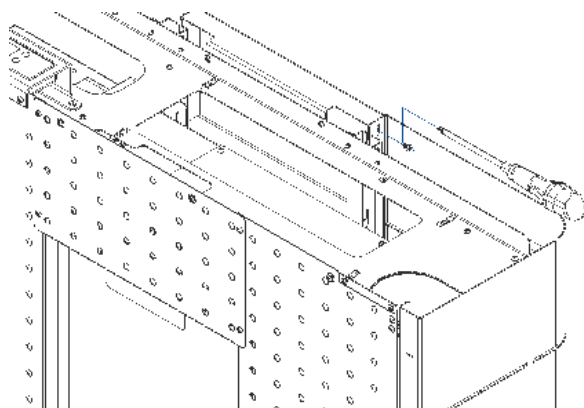

Figura 41 - Fixação capas laterais
e) Apertar as laterais ao frontal, tal como demonstra a Figura 41 (utilizar 2 parafusos A).